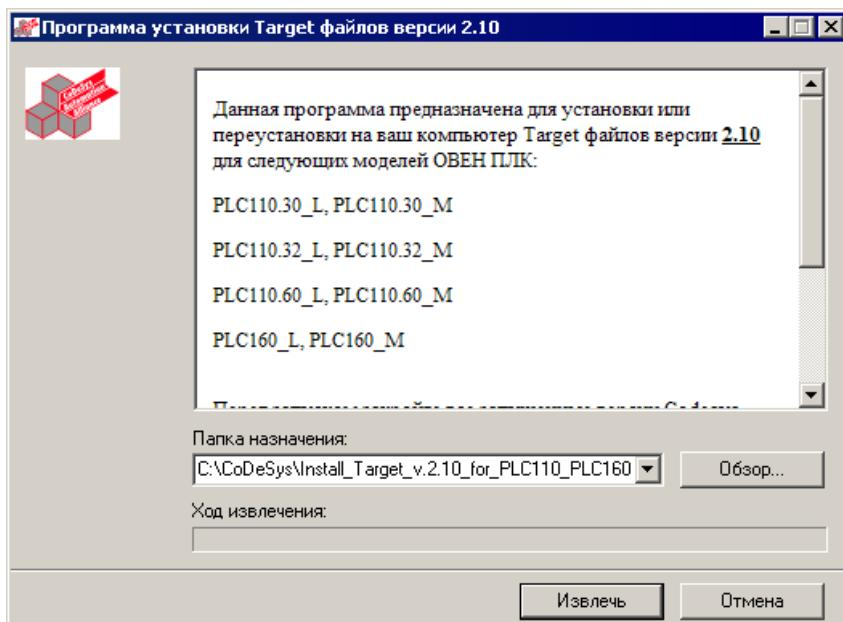

Рисунок 3.2 – Окно программы установки Target файлов
- 2) В открывшемся окне программы (см. рисунок 3.2) – указать папку назначения и нажать кнопку «Извлечь».